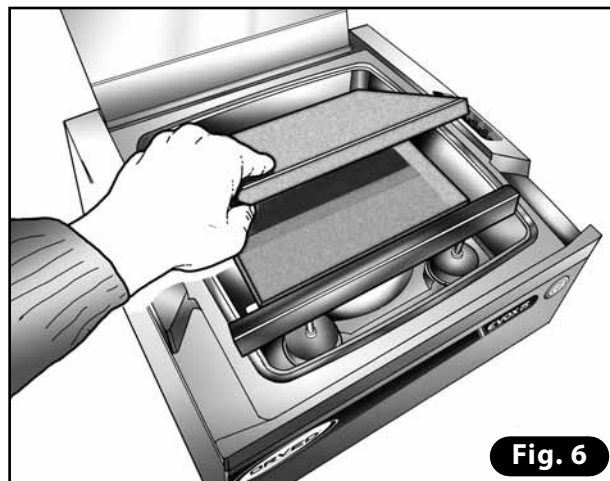

Fig. 6
- 4) Extraiga del depósito los paneles de PE (**Fig. 6**).